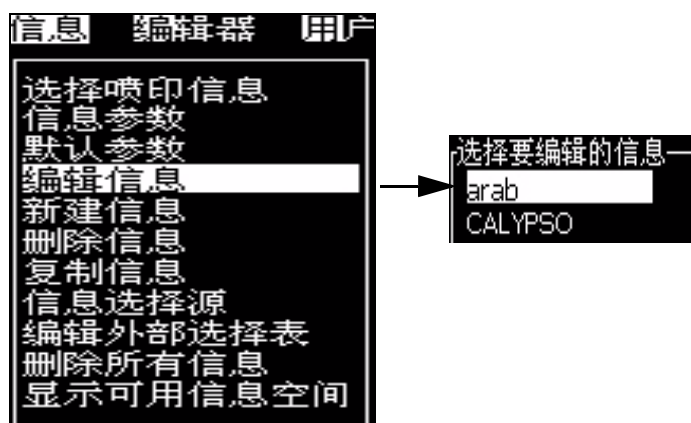

图 5-21: 编辑信息选项
- 2 选择 *Edit Message*（编辑信息）。即会出现 *Select Message To Edit*（选择要编辑的信息）对话框。请参阅图 5-21。